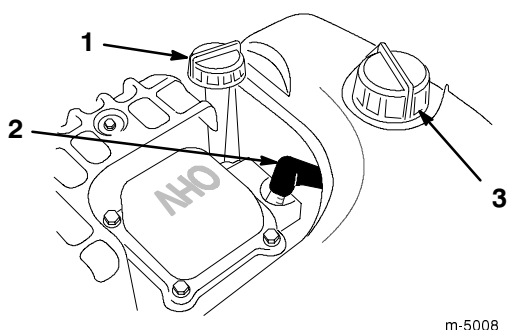

Figure 12
- Nettoyez la surface autour de la jauge d'huile (Fig. 12).
- Retirez la jauge du carter moteur (Fig. 12).
1. Nettoyez la surface autour du bouchon du réservoir de carburant (Fig. 12).